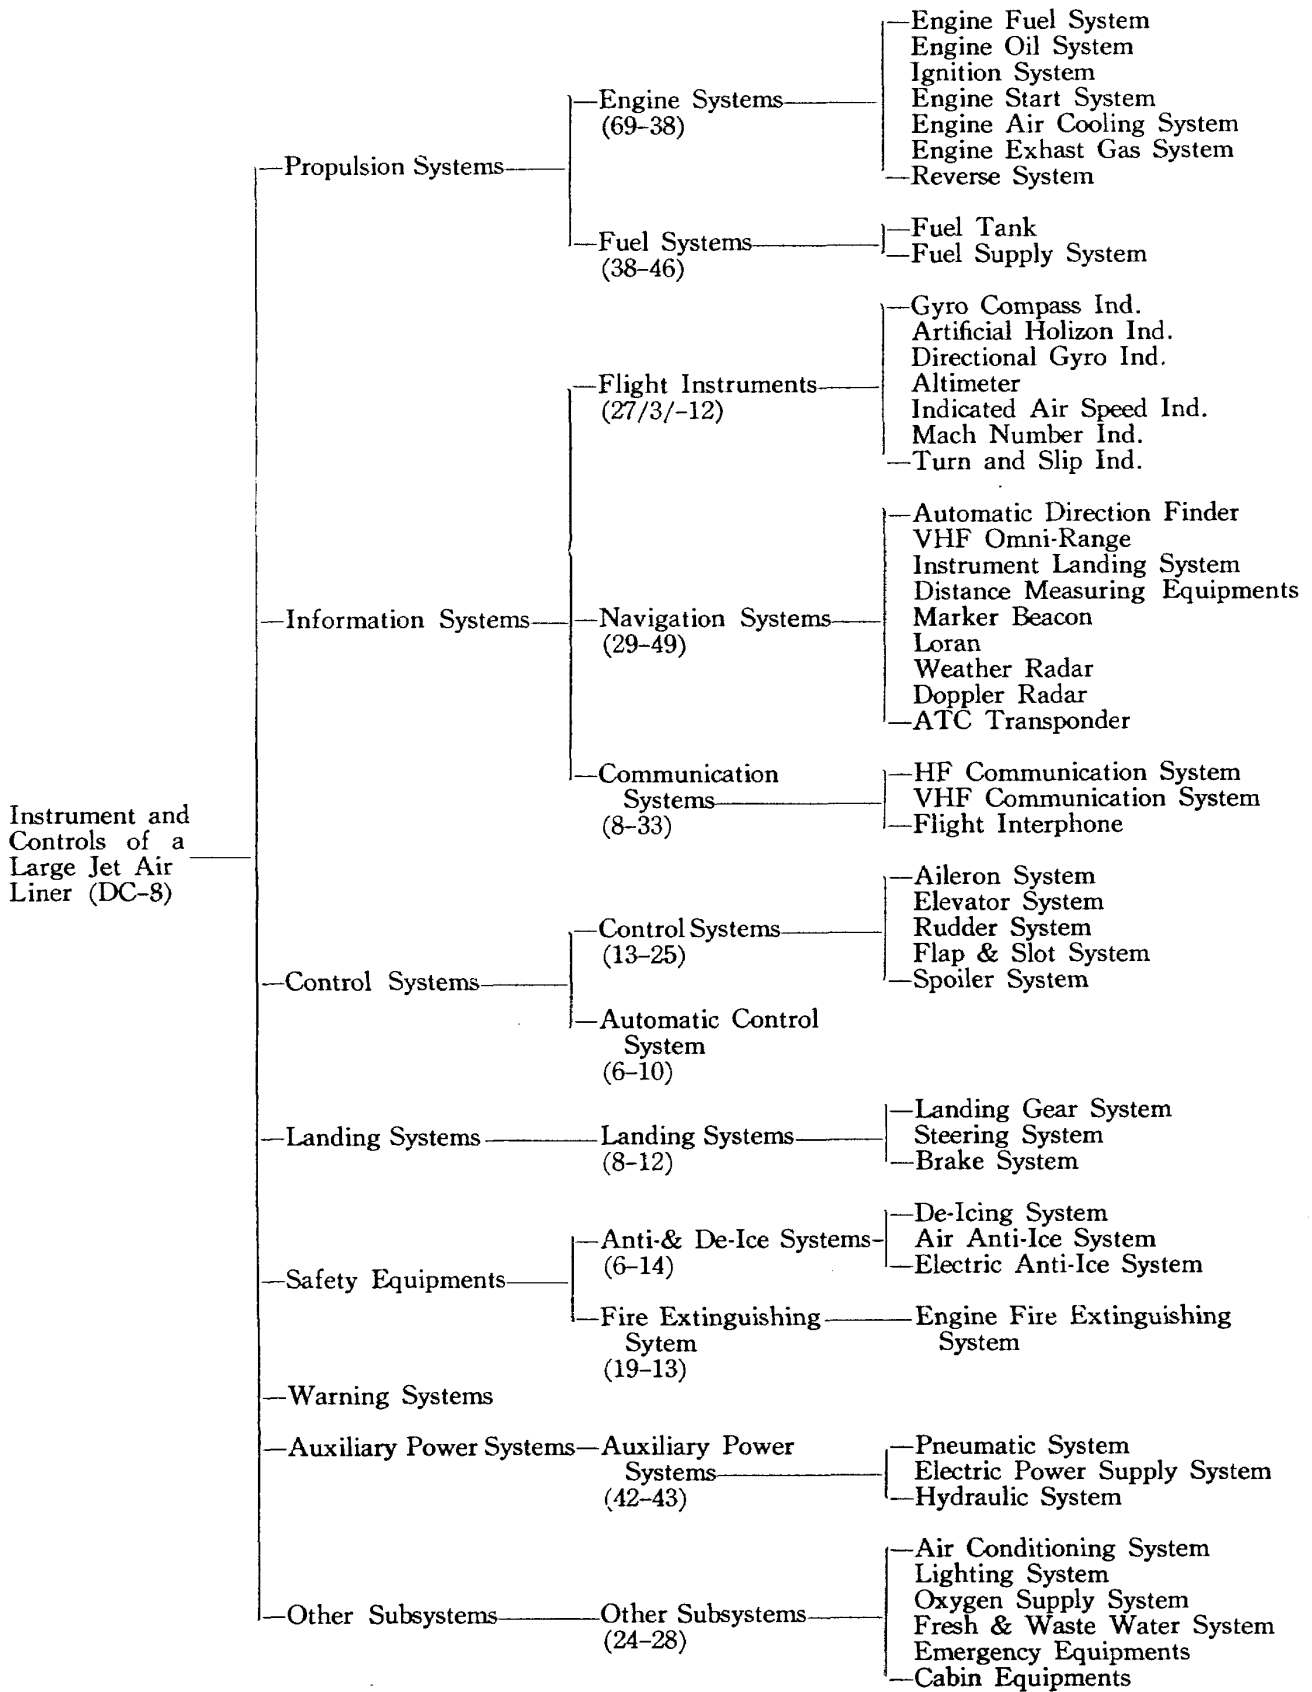

Fig. 4 Subsystems of a Large Jet Air Liner, DC-8
4.1.1.1 操縦に必要な、取得すべき情報が著るしく多い。Fig. 4 は DC-8 のサブシステムを分類したものである。かっこの中に示してある数値は当該サブシステムを駆動するにあたって必要な情報と操作端の数を示している。すなわち4発のエンジンを運転するにあたって、69 件の情報が必要であり、飛行計器か